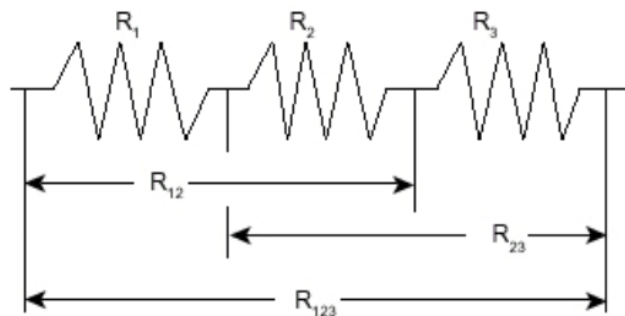

Figura 5. Circuito resistencias en serie.
- Conecta las tres resistencias en serie como se muestra en la **Figura 5**. Mide los valores  $R_{12}$ ,  $R_{23}$  y  $R_{123}$  conectando las puntas del multímetro en los extremos de las flechas indicadas en el diagrama de la **Figura 5**. Registre estos valores en la **Tabla 2**